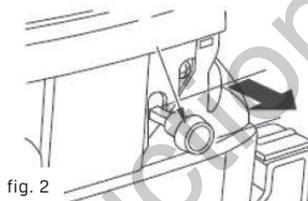

fig. 2
2. Puxe o afogador (fig. 2) até a metade do percurso.